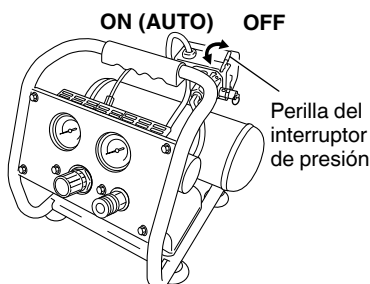
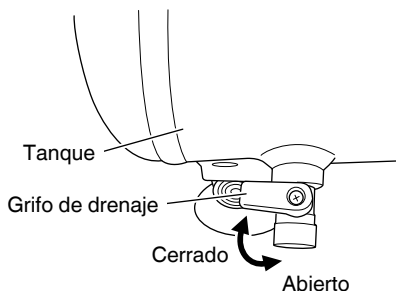

Fig. 2
Fig. 5
Cerchiórese de que el mando del disyuntor neumático esté en la posición "OFF". Si inserta el enchufe a un tomacorriente con el mando en la posición "ON (AUTO)" (Fig. 2), el compresor comienza inmediatamente a funcionar y podría causar lesiones serias.
Inserte el enchufe en el tomacorriente y opere el compresor utilizando la perilla del interruptor de presión. (Consulte la Fig. 2).
- (1) Coloque la perilla del interruptor de presión en la posición "OFF". (Consulte la Fig. 2).
- (2) Desconecte el enchufe del tomacorriente.
- (3) Abra el grifo de drenaje situado en la parte inferior del depósito (Fig. 5). La presión del tanque debe estar por debajo de 10 psi cuando se drene el tanque.
- (1) Coloque la perilla del interruptor de presión en la posición "OFF" y desconecte el enchufe del tomacorriente (Fig. 2).
- (2) Verifique primero las siguientes causas posibles: falta de ventilación apropiada, o una temperatura del aire exterior o de la habitación demasiado elevada.
- (3) Si el cable de extensión no cumple con las especificaciones indicadas en la página 28, cámbiela por la indicada en esta página 28. Si la capacidad de la fuente de alimentación es insuficiente, aumentela para eliminar la causa de la circulación de corriente excesiva (sobrecorriente).
- (4) Espere aproximadamente 20 minutos.
- (5) Póngalo en marcha. Si el motor sigue parándose durante la operación, póngase en contacto con el servicio técnico.
Drene el depósito diariamente, o después de 4 horas de utilización. Abra el grifo de drenaje e incline el compresor para vaciar el agua acumulada (Consulte la Fig. 5). La presión del tanque debe estar por debajo de 10 psi cuando se drene el tanque.